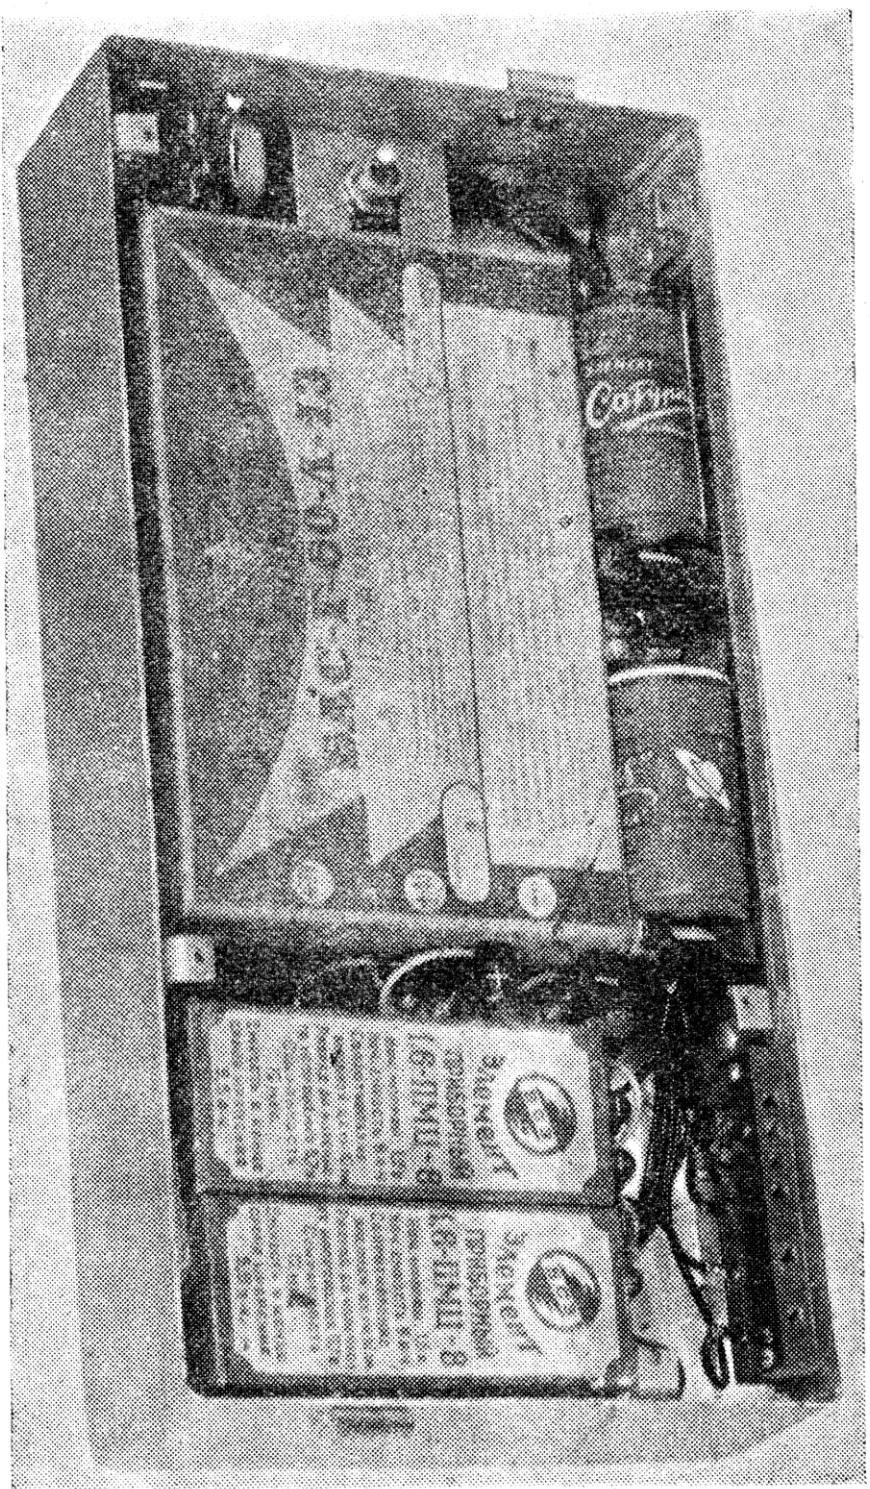

Рис. 4. Багажная приставка со снятой крышкой.
- г) подключить два элемента накала измерителя типа 1,6-ПМЦ-У-8 плюсовыми концами к клеммам «+», минусовыми — к клеммам «—» (маленькие клеммы). См. рис. 4.